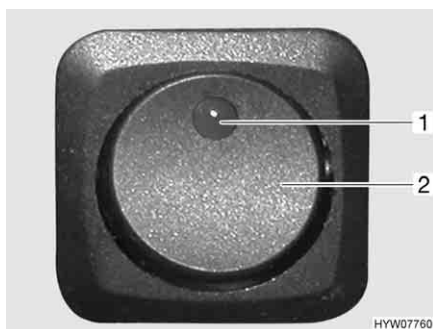

Fig. 15 Interruttore per luce con regolazione in curva/luce fendinebbia
- Premere l'interruttore (Fig. 15,2). La spia verde di controllo (Fig. 15,1) nell'interruttore indica il funzionamento.